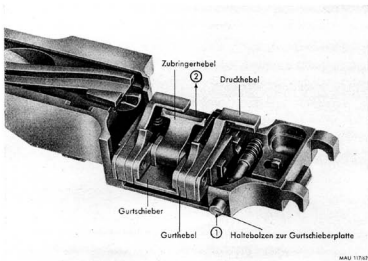

Abb. 62: MG 81; Abnehmen der Gurtschieberplatte
② Der Gurtschieber wird herausgeschoben. Den Zubringerhebel durch Heraus schlagen des Nietstiftes zum Gurtschieber ausbauen. Durch Herausschieben der Bolzen zur Gurtschieberplatte die Gurthebel und die Druckhebel mit Federn zum Gurthebel und Federn zum Druckhebel lösen (Abb. 62).